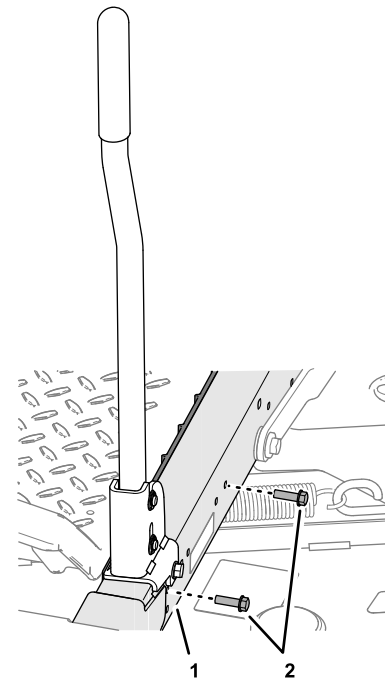

Figure 13
2. Fixez la protection sur le profilé de cadre gauche (Figure 13) à l'aide de 2 vis ($\frac{1}{4}$ " x $\frac{5}{8}$ ").